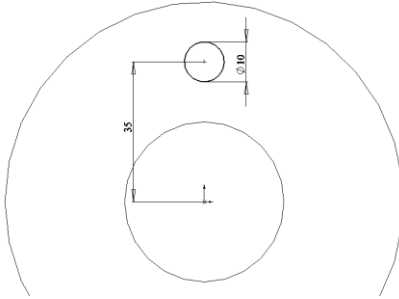

Рисунок 4.2. – Ескіз кола
- на торцевій поверхні моделі побудувати ескіз кола $\varnothing 10$ мм (рис. 4.2)